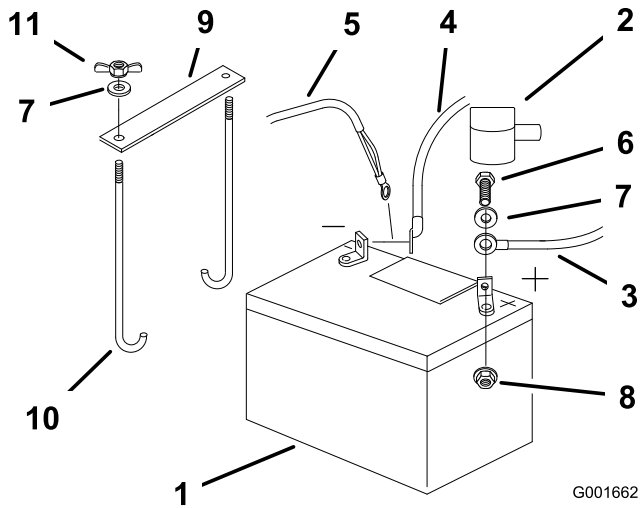

Figura 38
4. Primero desconecte el cable negativo de la batería y el cable de tierra del borne negativo (-) de la batería (Figura 38).
5. Retire la cubierta de goma roja del borne positivo (rojo) de la batería. Luego retire el cable positivo (rojo) de la batería (Figura 38).
6. Retire ambas tuercas de orejeta (1/4 inch) que fijan la brida de la batería (Figura 38).
1. Coloque la batería en la bandeja, con los bornes hacia el motor (Figura 38).
4. Sujete los cables con 2 pernos (1/4 x 3/4 pulgadas), 2 arandelas (1/4 inch), y 2 contratuercas (1/4 inch) (Figura 38).
6. Fije la batería con pernos en J, una brida de sujeción y 2 arandelas (1/4 inch), y 2 tuercas de orejeta (1/4 inch) (Figura 38).